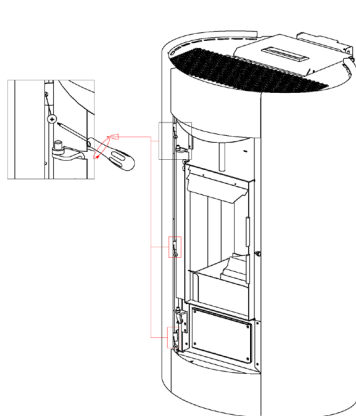
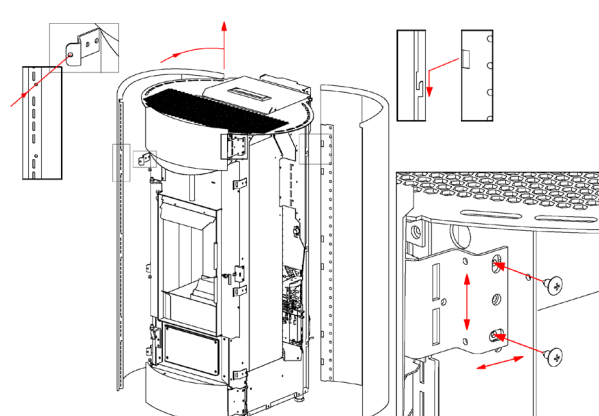

Fig. 35 - Tandem
Fig. 36 - Regelingen
- Voor de montage in omgekeerde zin te werk gaan. De frontpanelen kunnen zowel verticaal als horizontaal geregeld worden zodat ze overeenstemmen met de zijpanelen (zie **Fig. 35 op pag. 21** en **Fig. 36 op pag. 21**).